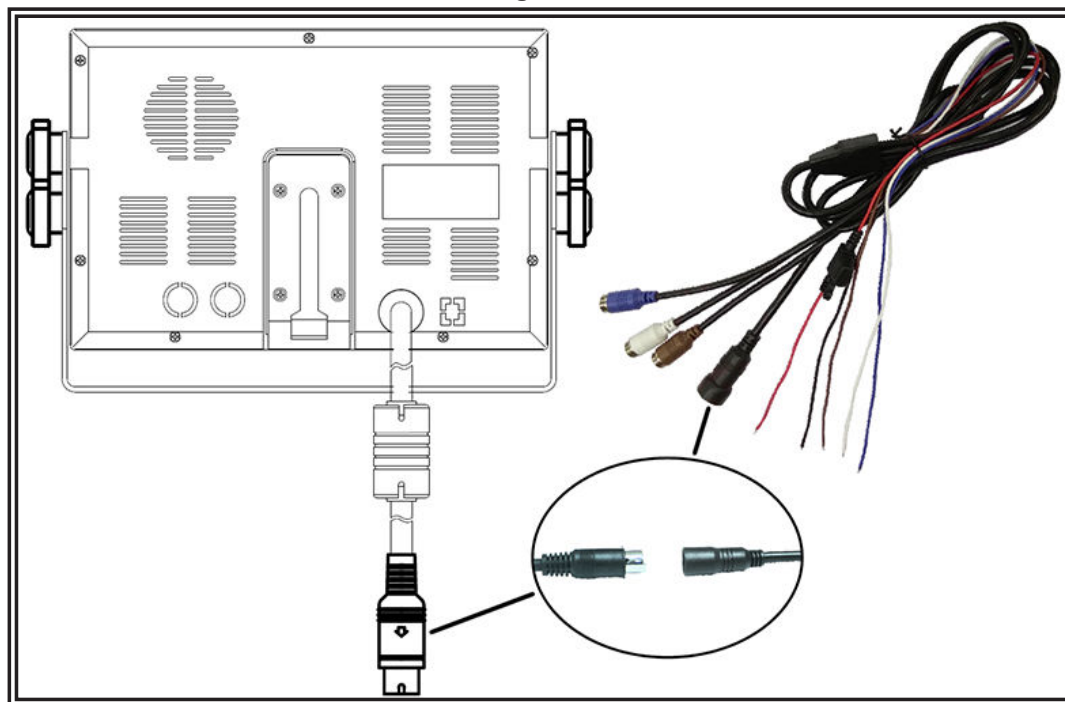

Figure 4
3. Installez le pare-soleil et connectez le moniteur à l'aide du câble AV et du câble de conversion d'alimentation (Figure 4)